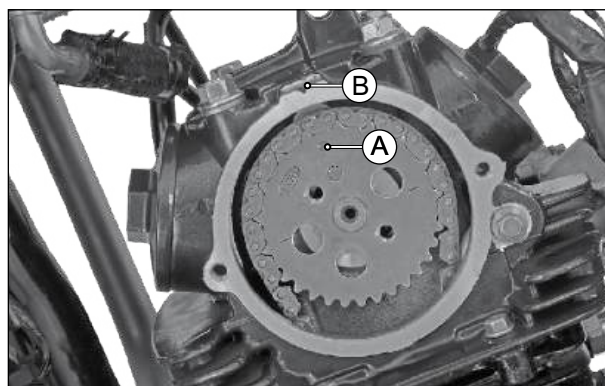

Fig. 3.183
- Nesta posição do conjunto do rotor, certifique-se de que a marca (A) na engrenagem da árvore de comando corresponda à marca no conjunto do cabeçote (B). (Fig. 3.183)
Lembre-se de que a engrenagem da árvore de comando também é comum com outros modelos e possui várias marcações. Ao instalar a engrenagem na motocicleta MOTTU Sport, apenas a marca (A) deve estar alinhada com a marca (B) no cabeçote. (Fig. 3.183)